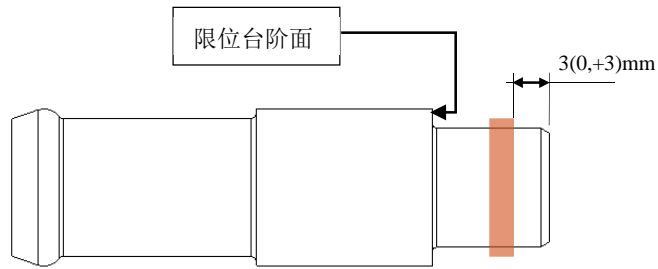

图 F-2 管接头-缸体涂胶区域
a、按技术参数表要求和图 F-2 所示，在管接头-缸体②图示的连接缸体端外圆柱面距端面 3mm 处涂抹①乐泰 648 胶，要求：均匀涂满一周。